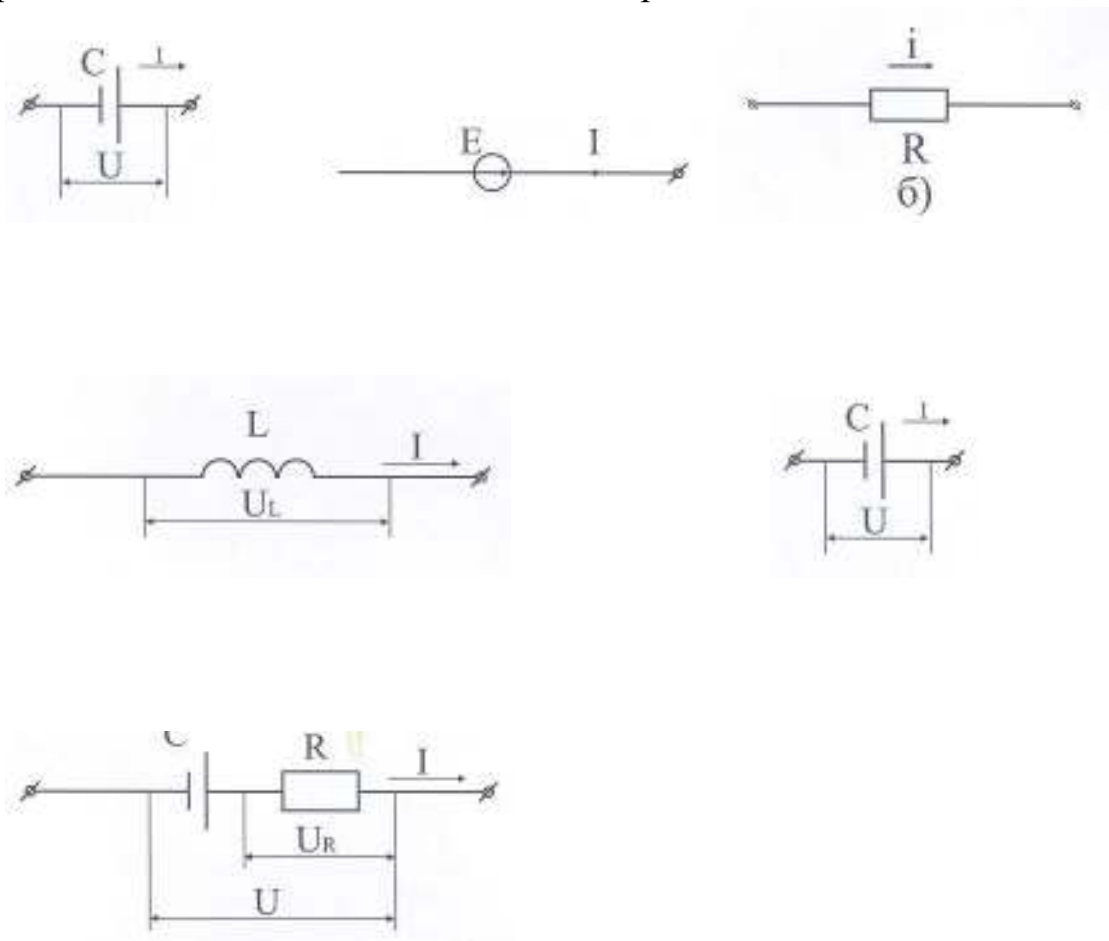

Рисунок 1
На рис. 1 представлено графическое изображение элементов электрических схем в цепях постоянного и переменного токов.
2. Закон Ома для участка цепи, не содержащей э. д. с. Ток I , проходящий по участку цепи, пропорционален напряжению U , приложенному к участку цепи, и обратно пропорционален его сопротивлению R (рис. 1, в).
3. Закон Ома для полной цепи. Ток I , проходящий по цепи, пропорционален электродвижущей силе (э. д. с.) E источника напряжения и обратно пропорционален сопротивлению всей цепи (рис. 1е).